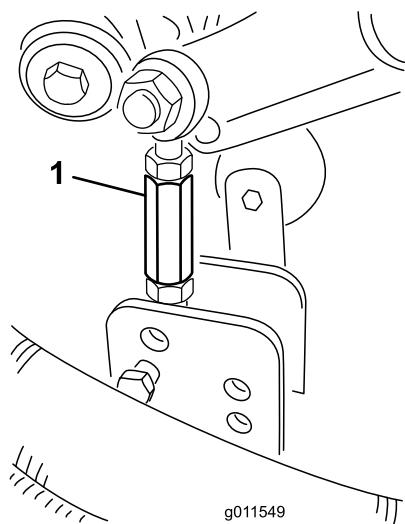

Рисунок 28
- Снимите игольчатые шплинты и шплинтуюмые штифты, которые крепят тяги демпферов к кронштейнам дек газонокосилки (Рисунок 28).